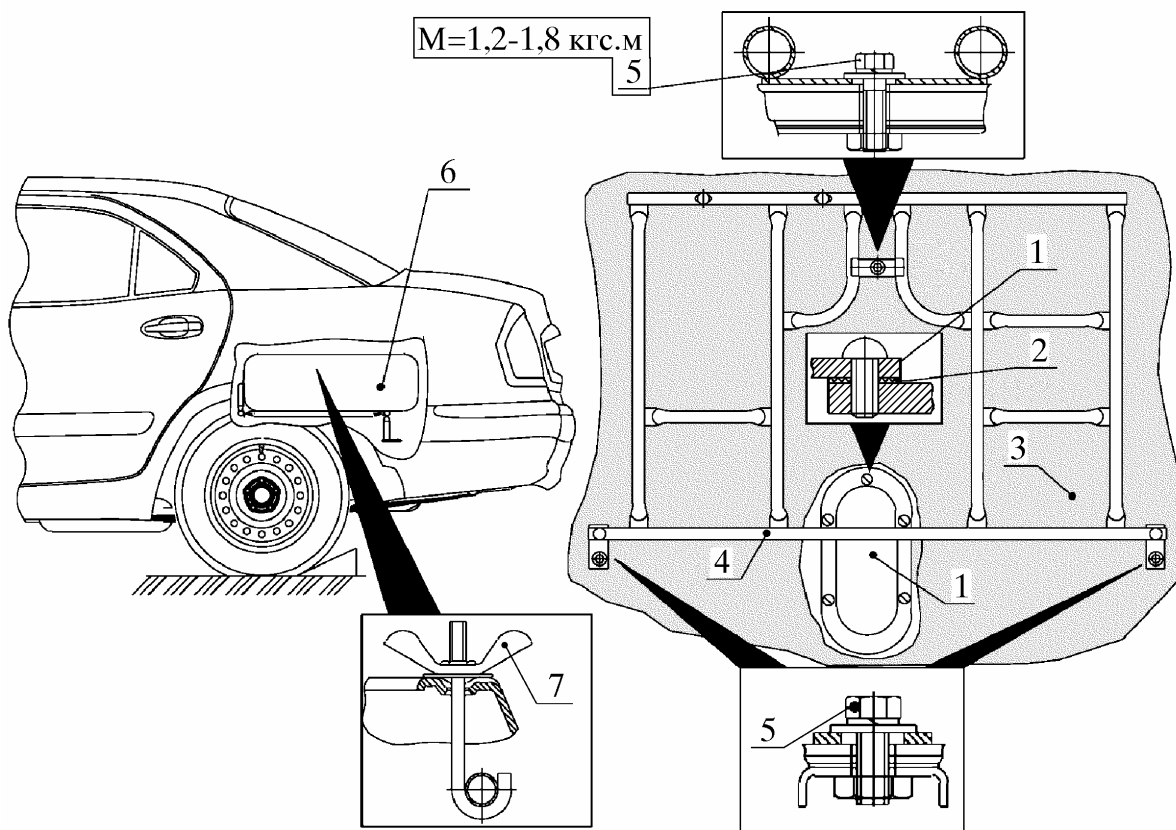

Рис. 9. Установка крышки люка, держателя и запасного колеса:
7.6. Установить крышку 1 (рис. 9) с уплотнительным кольцом 2 на люк пола багажника в последовательности, обратной снятию (см. п. 5.7).